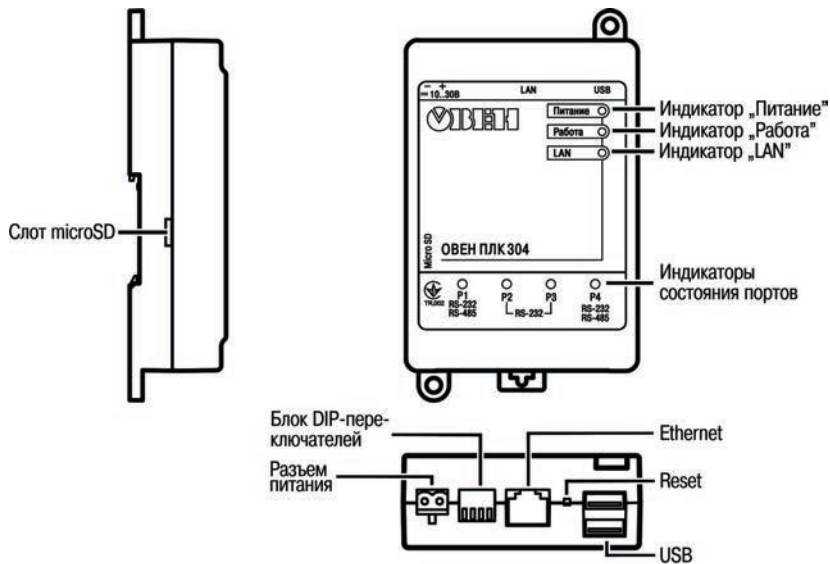

Рисунок 3.1 – Внешний вид ОВЕН ПЛК304
- кнопка «RESET» (см. рисунок 3.1), используемая для перезагрузки контроллера;